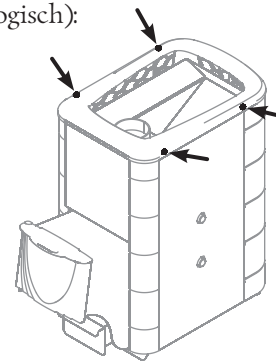

Bild 10. Rahmendemontage des Ofenkonvektors «Tunguska»
1. 4 Bohrschrauben lösen und Rahme des Konvektors entfernen (Bild 10)